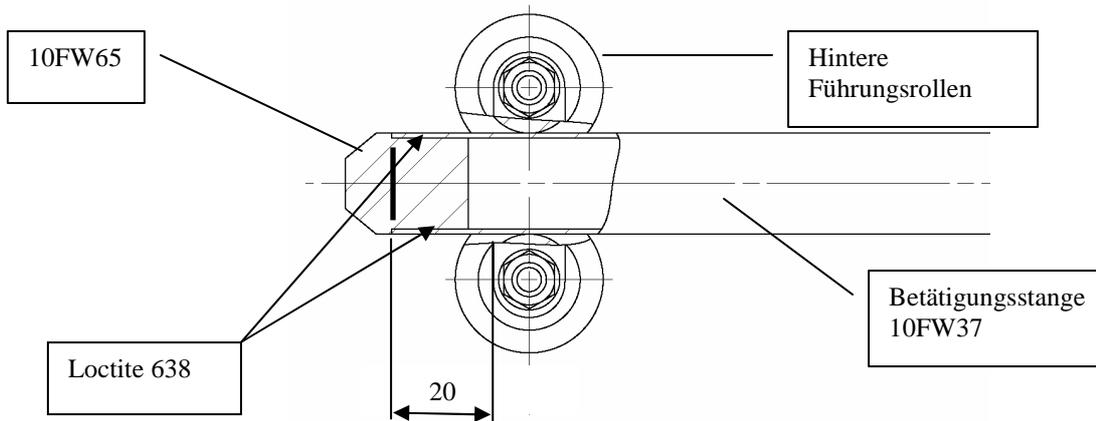

Abb. 11: Einbau von Teil 10FW65
5. Von der Betätigungsstange X-20 mm abschneiden, (X siehe 3.). Teil 10FW65 entsprechend Abb. 11 mit Loctite 638 einkleben.